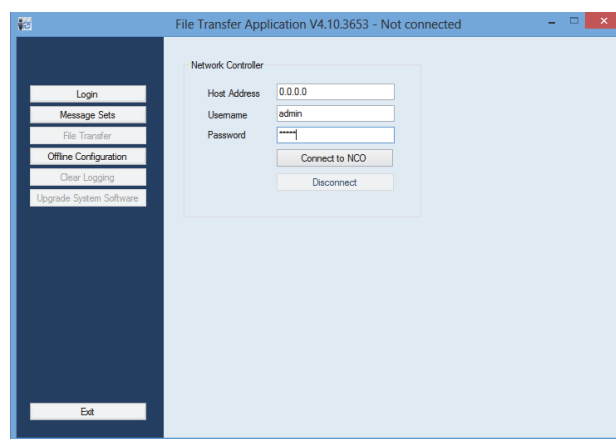

figura 37.4: Connessione con il controller di rete
- 8 Fare clic su *Start > Programmi > Bosch > Praesideo > FT Application* per avviare l'applicazione *File Transfer Application* Praesideo. Appare una schermata simile a quella in figura 37.4.